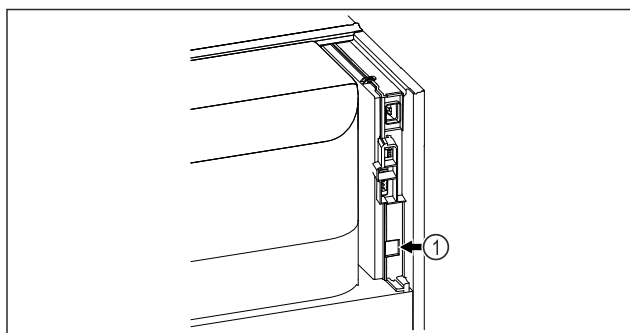

Fig. 135
- ❑ SmartModule Fig. 135 (1) ist eingesetzt.